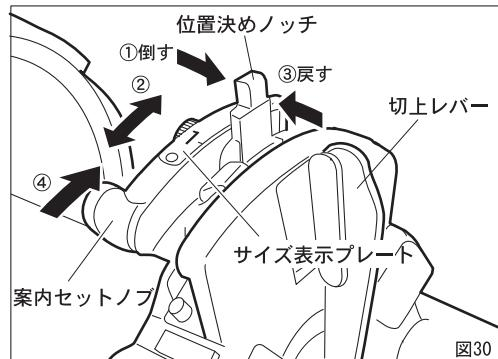
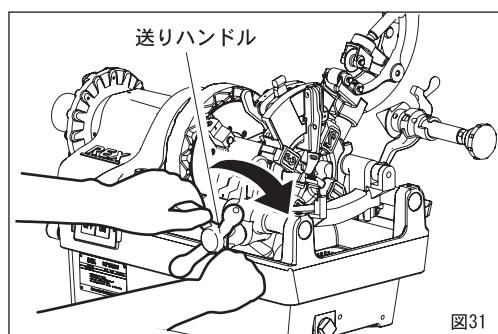

図30
図31
サイズ変更をする場合 (図30)
- 位置決めノッチを図30の矢印①の方向に倒す。
- サイズ表示プレートに表示されている希望のパイプサイズに位置決めノッチを合せる。(矢印②)
- 位置決めノッチを矢印③の方向に倒しながら、ノッチの溝に位置決めピンをはめ込む。
②案内セットノブを矢印④の方向に止まるまで押すと、ダイヘッドはセットの位置になります。スイッチを入れると、オイルはダイヘッドから自動的に注油されます。
③送りハンドルを時計方向に回して、パイプにダイヘッドを押しつけ、チーザを食い付かせてください。(図31)
④ねじが3~4山切れればあとは自動的にねじが切れ、ねじが規定の長さになると、切上げレバーによりチーザが自動的に開きます。
⑤送りハンドルを反時計方向へ回してダイヘッドをパイプから離します。